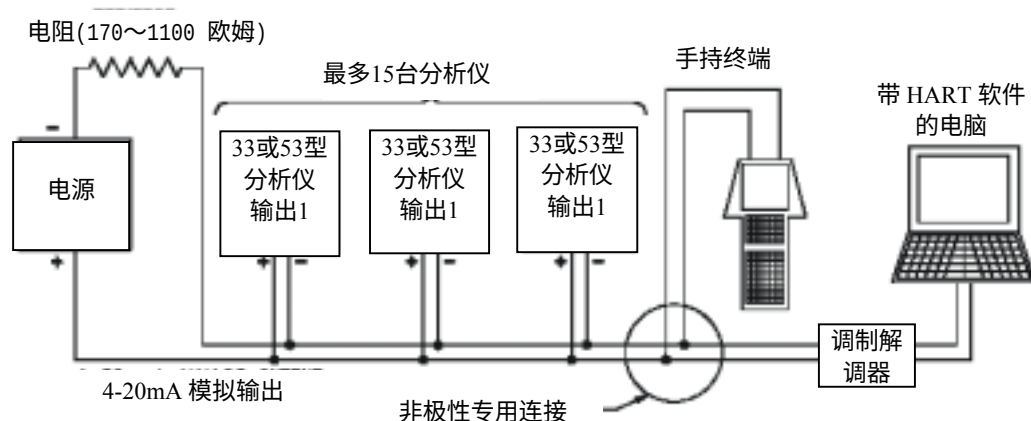

图3-8 HART多分析仪布线方法（用于多分析仪网络）
2. 参见图3-8，并将每个分析仪的4-20mA模拟输出1信号以并联的方式连接到一个电缆上，极性与图示一致。